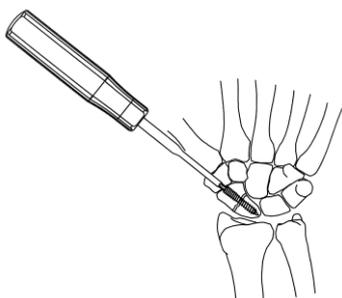

図5
- 5) 六角 2.0 中空ドライバーにて選択した長さのスクリューを挿入します。(図5)